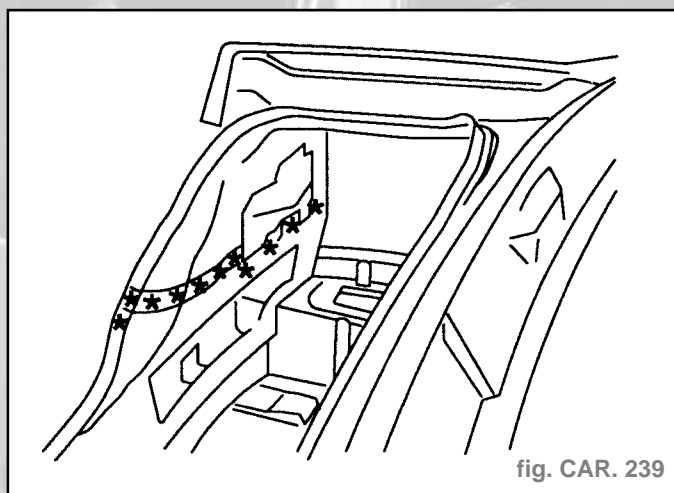

fig. CAR. 239
- Découper par fraisage les points (fig. CAR. 239).